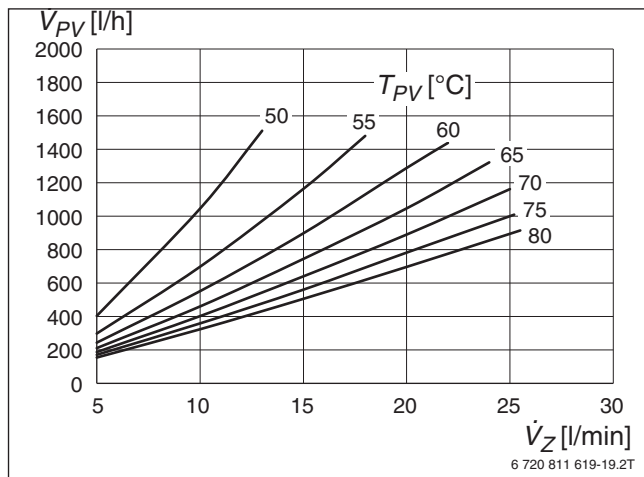
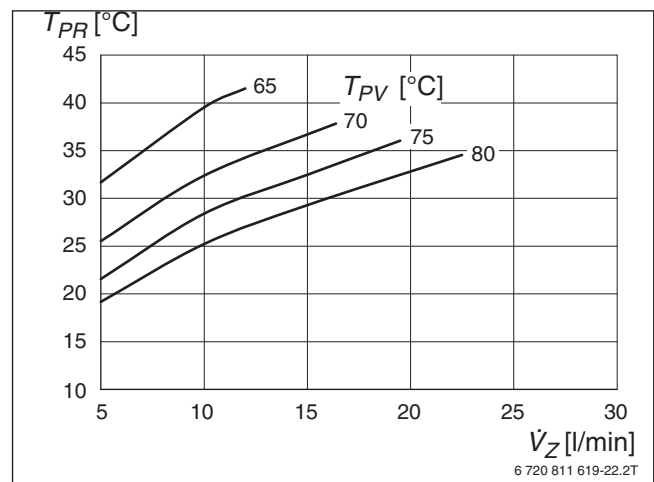

Bild 173 Volumenstrom vom Pufferspeicher (Vorlauf) bei 45 °C Zapftemperatur
Bild 176 Volumenstrom zum Pufferspeicher (Rücklauf) bei 60 °C Zapftemperatur
**Beispiel** (→ Bild 173 [1]): Um eine Warmwassertemperatur von 50 °C zu erreichen, ist bei einer Entnahme von 17 l/min eine Temperatur von 60 °C im Bereitschaftsteil ausreichend.
#### Legende zu Bild 173 bis Bild 176: